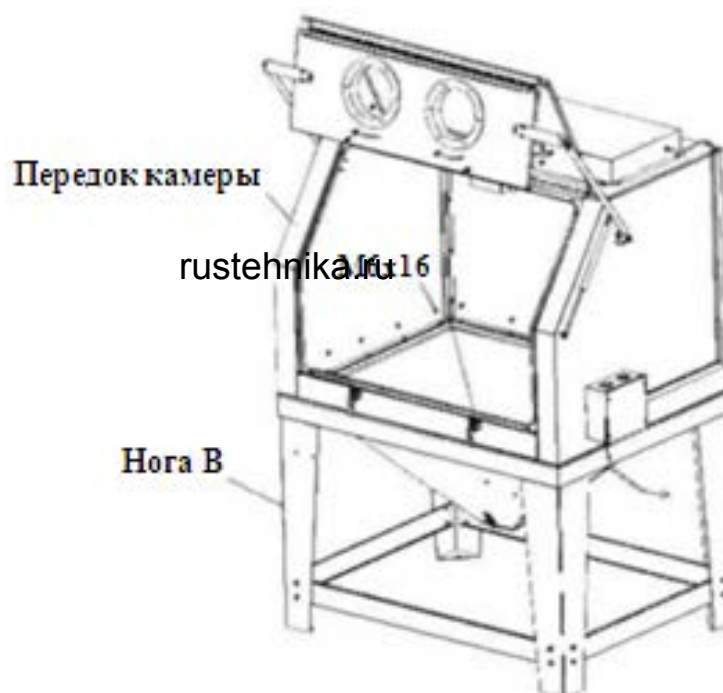

Рис. 9. Установка камеры.
6. Установите камеру, как показано на Рис. 9. Передок камеры должен быть обращен к ноге В.